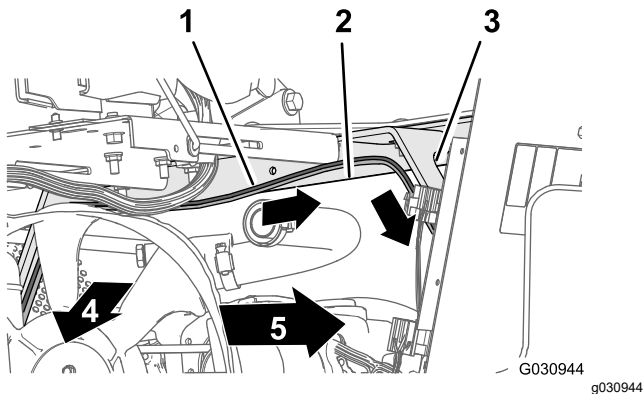

Figure 110
- Acheminez la branche de 165 cm (65 po) du faisceau en travers de l'angle du boîtier du siège et vers le bas le long du support gauche du carénage du moteur Figure 110.